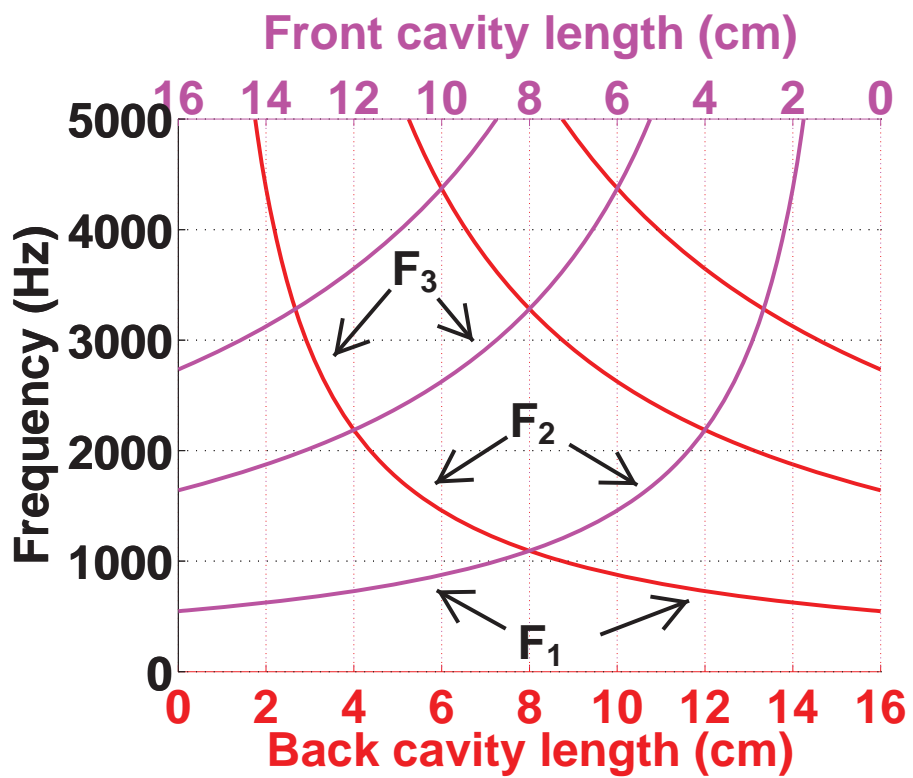

Abb. 2: Nomogramm für ein Zwei-Rohren-System
Dieser Zustand entspricht Back Cavity Length = 0.5cm in Abb. 2
Damit sollte in Matlabs Figure 3 schrittweise der Verlauf von Abb. 2 reproduziert werden.
- Inwiefern weicht der fertige Nomogram in Matlab Figure 3 von Abb. 2 ab?
Vorsichtshalber immer die Frequenzen der ersten drei Formanten auch auf Papier notieren, und auch die Änderungen der Formanten in Matlab Figure 2 verfolgen: Vor allem wenn zwei Formanten nicht weit auseinanderliegen, kann es manchmal Fehler bei der automatischen Bestimmung der Formantfrequenzen geben.